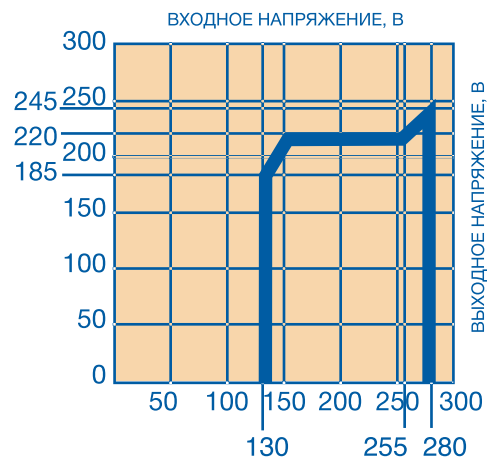

Рис. 1.
6) Диапазон входного фазного напряжения (см. зависимость на Рис. 1), В
3.2. Диапазон входного напряжения определяется с учетом зависимости выходного напряжения от входного (Рис. 1) в соответствии с требованиями пользователя к величине выходного напряжения.
5.5.1. Перевести выключатель поз. 1 или автоматический выключатель поз. 4 во включенное положение (рис. 1). Индикатор «СЕТЬ» поз. 7 (рис. 1) включается. После автоматической установки нормального выходного напряжения (контролируется вольтметром поз. 10) автоматическое включение напряжения выходной цепи нагрузки произойдет сразу после установки номинальной величины выходного напряжения 220В в течение времени не более 10 секунд.
5.5.2. При появлении на входе стабилизатора аномального повышенного или пониженного напряжения включаются индикаторы $U_{вх} \geq 250В$ или $U_{вх} \leq 150В$ соответственно. При значениях входного напряжения $U_{вх} \geq 280В$ или $U_{вх} \leq 130В$ происходит автоматическое отключение потребителей, так как выходное напряжение существенно отличается от номинальной величины (см. рис. 1), что может быть опасным для электрических потребителей.